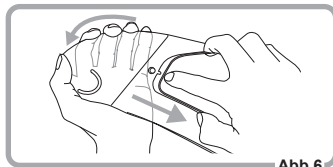

Abb.6
- Nehmen Sie die Pinlock® Originaleinsatzlinse aus den Exzenterstiften heraus, indem Sie das Visier biegen. (Abb. 6)